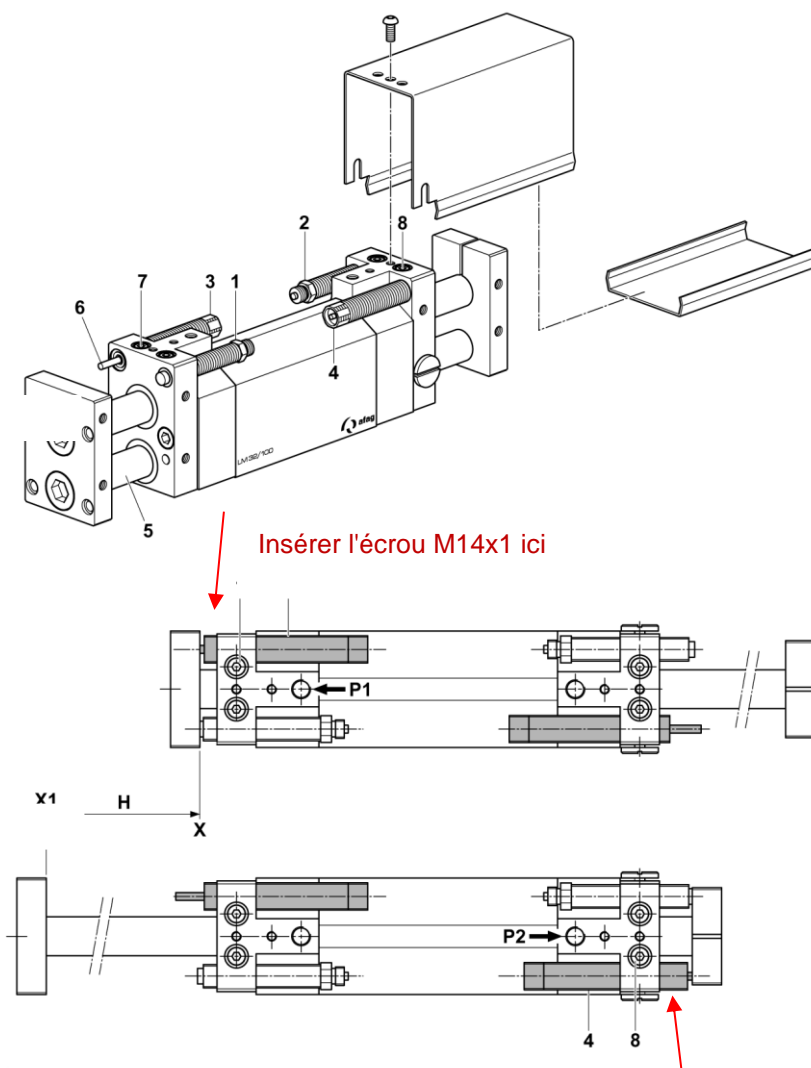

Fig. 21 Réglage des amortisseurs de chocs
1. Régler la course (H) comme décrit ci-dessus (à l'aide des vis de butée 10 et 12).
2. Appliquer de l'air comprimé sur (P1). Le chariot (Fig. 21, 5) du LM se déplace vers la droite jusqu'à la limitation par la vis de butée (Fig. 21, 1) en position (X).
3. Visser l'amortisseur (Fig. 21, 3) dans le sens des aiguilles d'une montre (la tige de l'amortisseur (Fig. 21, 6) est alors enfoncée dans l'amortisseur) jusqu'à ce que le chariot (Fig. 21, 5) commence à se déplacer.
4. Dévisser maintenant l'amortisseur (Fig. 21, 3) de deux tours dans le sens inverse des aiguilles d'une montre et le fixer avec le goujon (Fig. 21, 7)*. (Un tour = 1mm).
5. Appliquer de l'air comprimé sur (P2). Le chariot (Fig. 21, 5) du LM se déplace vers la gauche jusqu'à la limitation par la vis de butée (Fig. 21, 2) en position (X).
6. Répéter la même procédure qu'au point 3-4 avec l'amortisseur (Fig. 21, 4). Bloquer l'amortisseur avec le contre-écrou (Fig. 21, 8).